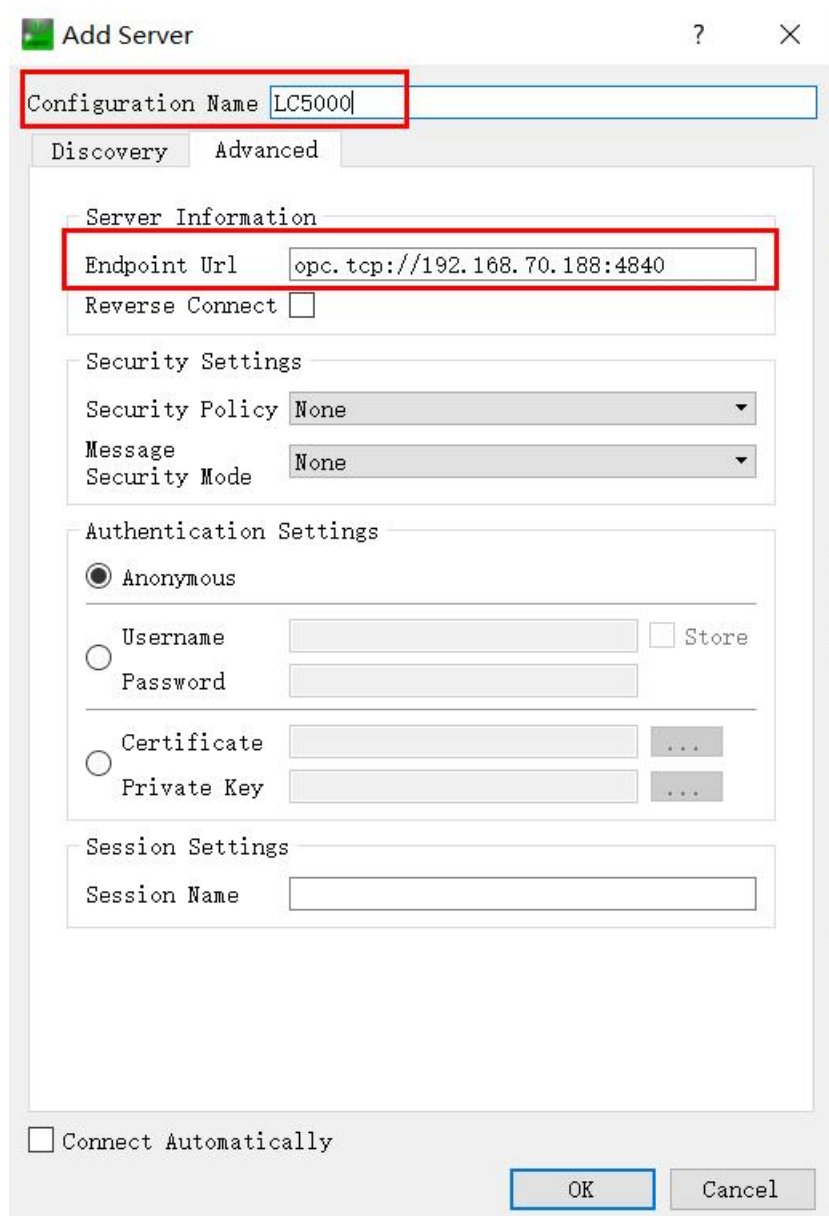

图 13.65 设置服务器参数
- 2) 在弹出的窗口中，选择“Advance”选项卡，在“Configuration Name”中输入服务器名称，可自定义，如 LC5000。然后输入服务器的 URL，格式为 `opc.TCP://<PLC IP 地址>: 4840`；此例中 PLC 的 IP 地址为 192.168.70.188，故对应的 URL 为 `opc.TCP://192.168.70.188:4840`。输入完成后点击“OK”即可。如图 13.65 所示。